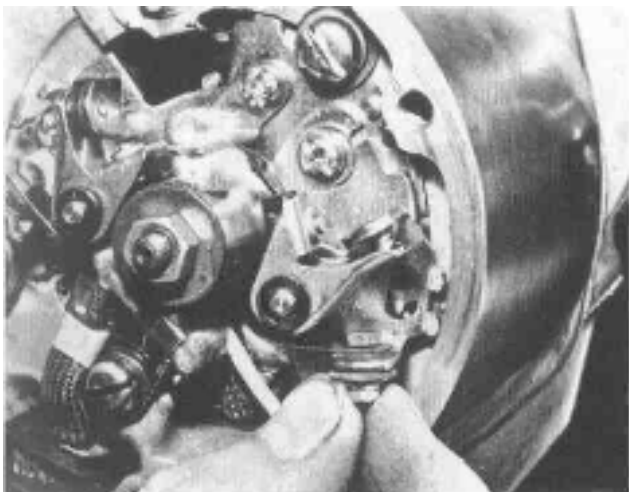

Bild 265
- Beim Abnehmen der Kabel von der Montageplatte sollte man sich die Lage der Isolations-scheiben genau merken; hier kann eine falsche Montage später die elektrische Verbindung und damit den Zündkreis ausfallen lassen (Bild 265).